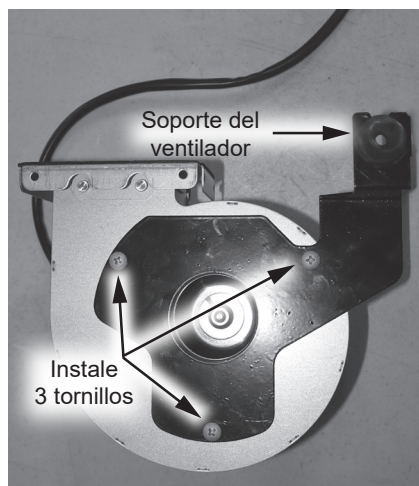

Figura 106 - Instale el soporte del ventilador.
- 25 Retire los tres tornillos que fijan el soporte del ventilador al antiguo conjunto de ventilador. Deje los tornillos a un lado en un lugar seguro para volver a instalarlos. Consulte la Figura 106.
- 26 Fije el nuevo soporte del ventilador al nuevo conjunto de ventilador con los tornillos que se retiraron en el Paso 25. Consulte la Figura 106.